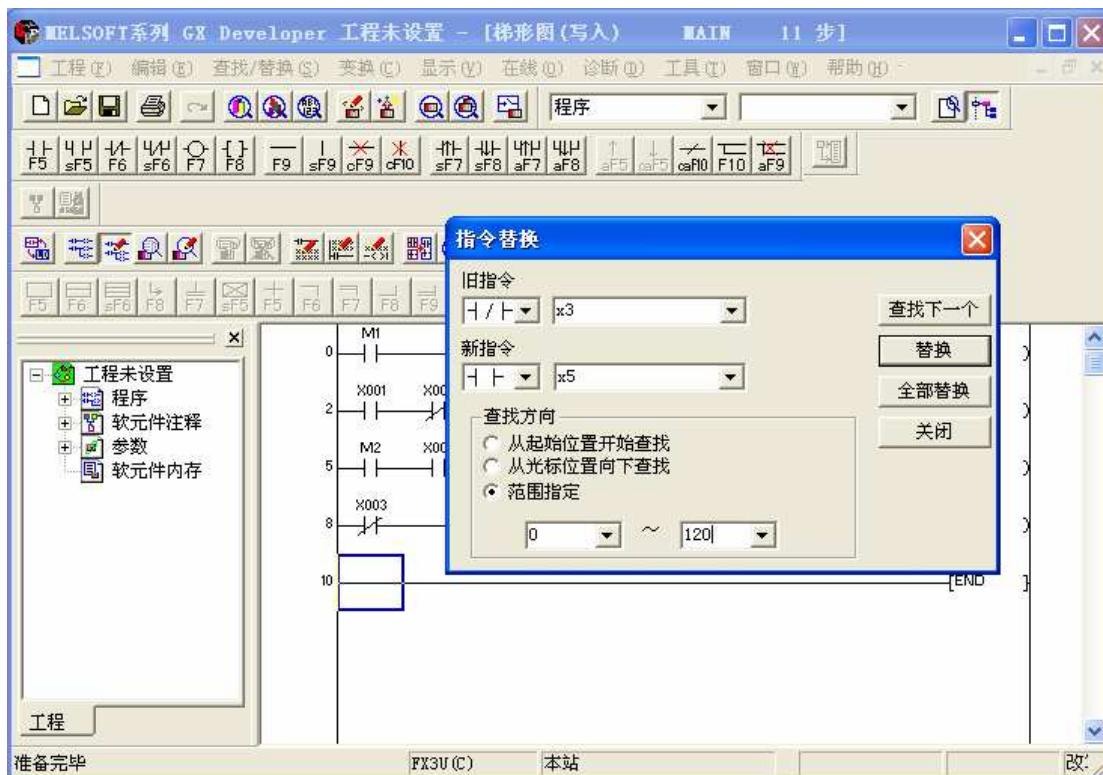

图 10 指令替换操作说明
- ① 选择查找/替换菜单中指令替换功能，并显示指令替换窗口，如图 10 所示。
- ② 选择旧指令的类型（常开、常闭），输入元件名。
- ③ 选择新指令的类型，输入元件名。
- ④ 根据需要可以对查找方向、查找范围进行设置。
- ⑤ 执行替换操作，可完成全部替换、逐个替换、选择替换。